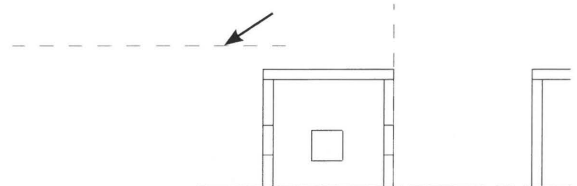

Fig. 05.26. Tegn en vandret linie.
- Tegn en vandret linie, eksempelvis som på Fig. 05.26.